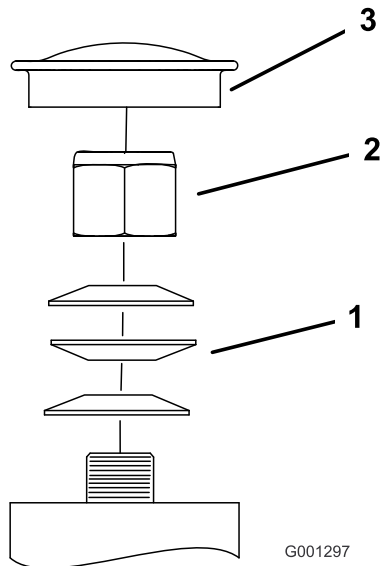

Figure 54
3. Déposez le capuchon protecteur de la roue pivotante et serrez le contre-écrou (Figure 54).
4. Continuez de serrer le contre-écrou jusqu'à ce que les rondelles élastiques soient aplaties, puis desserrez-le d'un quart de tour pour obtenir la précharge correcte des roulements (Figure 54).
**Important:** Veillez à placer les rondelles élastiques correctement, comme montré à la Figure 54.
5. Reposez le capuchon protecteur (Figure 54).